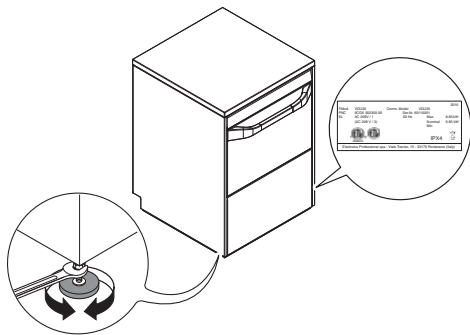

Fig. 5
La plaque signalétique présente les données d'identification et techniques; elle se situe sur le panneau latéral droit de l'appareil (Fig. 5).
- Positionner le lave-vaisselle et le mettre à niveau en utilisant ses pieds réglables (Fig. 5).